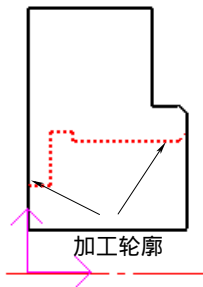

图 4-195 拾取被加工工件表面轮廓
- 当单击粗车参数表中的“确定”按钮后，在状态栏中系统提示用户拾取被加工工件表面轮廓，单击立即菜单，在其下拉菜单中选取“单个拾取”方式，拾取被加工工件表面轮廓，如图 4-195 所示，单击鼠标右键结束被加工工件表面轮廓的拾取。